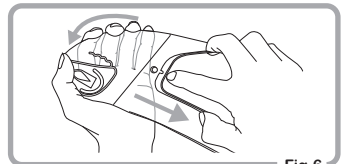

Fig.6
- ④ Descole a película protetora da lente original Pinlock®.
- ① Retire a viseira do capacete.
② Retire a lente original Pinlock® das cavilhas excêntricas dobrando a viseira. (Fig.6)